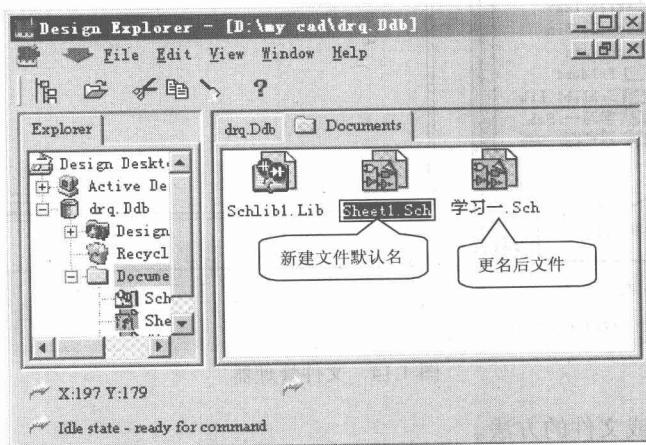

图 1.12 文件更名 1
(1) 在新建一个文件或文件夹时，系统将自动生成文件名或文件夹名。例如，新建原理图文件时，系统将自动命名为 Sheet1.Sch，此时文件名称处于选中状态，即可直接更名，但是，注意不要改动扩展名.Sch，如图 1.12 所示。